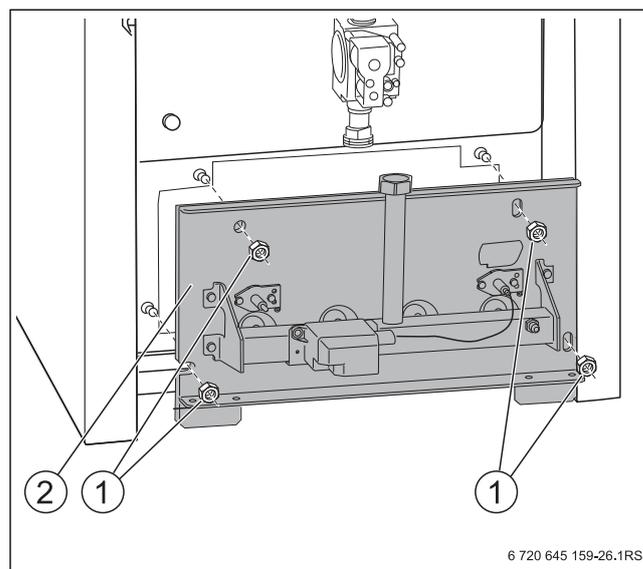

Рис. 47 Снятие крепежных гаек
- ▶ При креплении щитка горелки (→ рис. 47, [2], стр. 37) слегка затяните четыре винта.